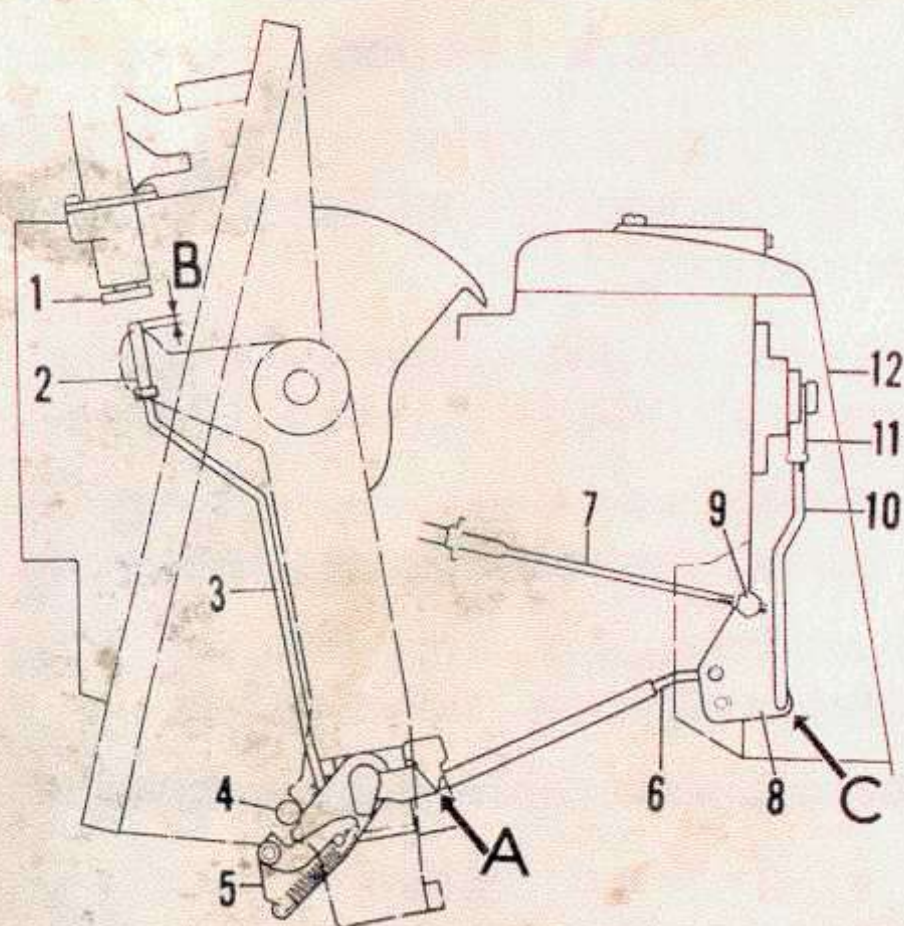

Fig. 57 Drev 250
Kontrollera en gång per säsong och vid behov justera backspärrstångens läge mot backhaken (A fig. 57) samt tryckstångens läge (se B) för lyftens frikoppling av backhaken. Justering tillgår enligt följande:
1. Ta bort skyddskåpan (12 fig. 57) på övre växelhuset så att växelmekanismen blir åtkomlig. Ställ manöverspaken i neutralläge.
2. Koppla loss växelkabelns tärning (9) vid växeloket (8) samt gaffeln (11) vid växelhävarmen.
3. Lossa låsmuttern för gaffeln (11) och vrid gaffeln på växelstångens (10) gänga så att den vid anslutning till växelhävarmen ger backspärrstången (6) sådant läge att den kommer i kontakt med (utan att trycka) backhakens bygel vid "A". Lås gaffeln (11) med låsmuttern i detta läge.
4. Justera växelkabelns (7) tärning (9) så att den lätt går att föra in i hålet på växeloket. För manöverspaken till läge "fram" och kontrollera att hörnet "C" på växeloket (8) ej tar i huset. Sätt på kåpan över växelmekanismen.
5. **Tryck fram drevet mot ställpinnen** och kontrollera tryckstångens (3) läge. Stångens övre del (2) skall vara i plan med gaffeln, varför måttet B skall vara 0 mm. Detta för att lyften (1) vid uppfällning skall kunna frikoppla backhaken (5). Justera vid behov längden genom att lossa låsmuttern och vrida stångens övre del (2).